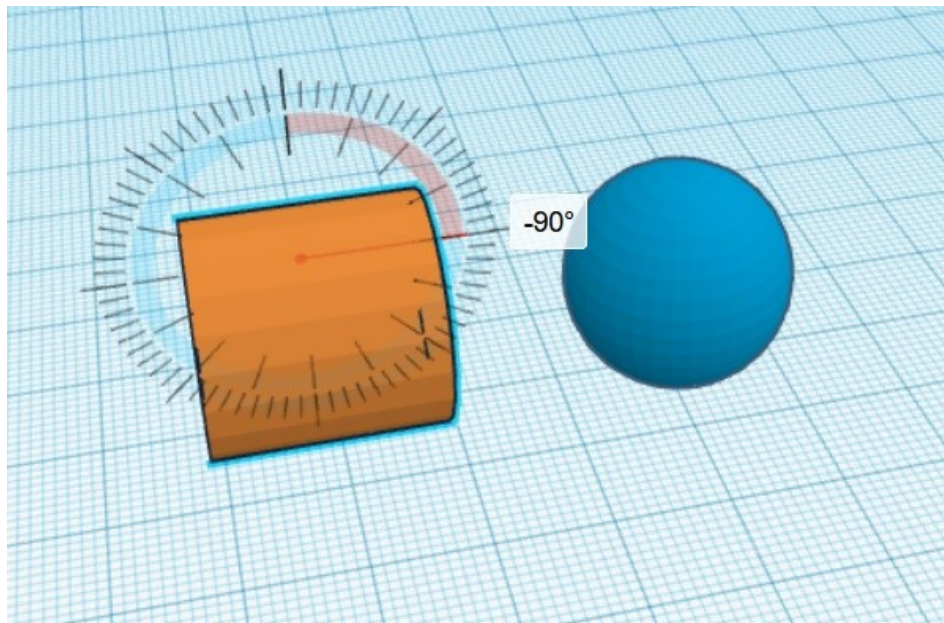

Abb. 3: Rotation des Zylinders
3. Der Zylinder wird ausgewählt und um  $90^\circ$  rotiert, sodass er mit einer der flachen Seiten in Richtung der Kugel liegt (Abb. 3).